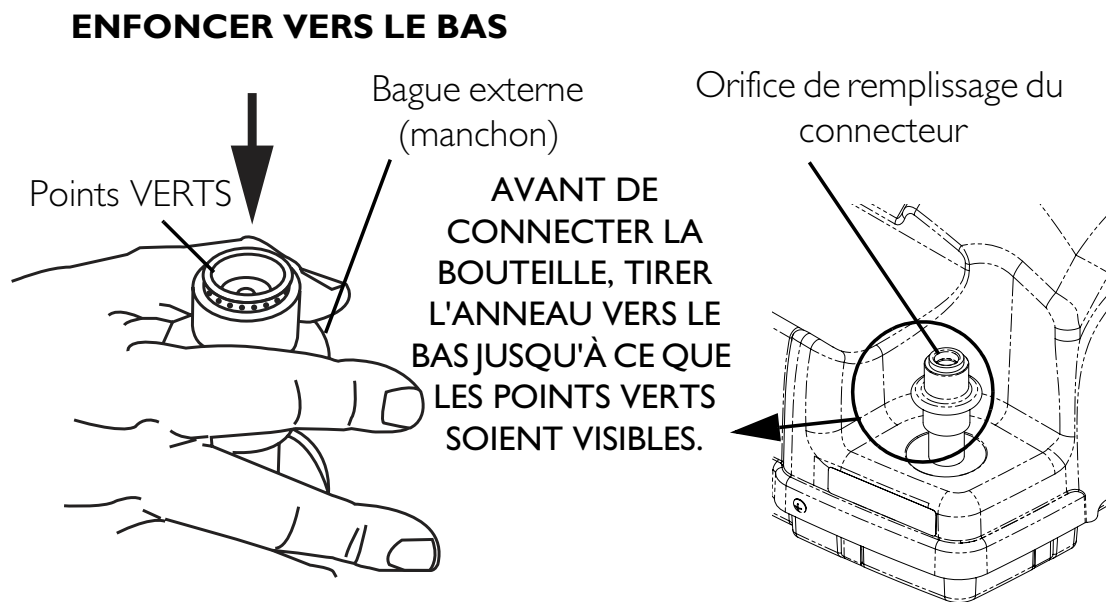

FIGURE 4.2 Ajustement de l'orifice de remplissage du connecteur
REMARQUE : Pour cette procédure, se reporter aux FIGURE 4.2 et FIGURE 4.3.
4. Enfoncer momentanément la bague externe (manchon) de l'orifice de remplissage du connecteur pour ajuster le connecteur conformément à la FIGURE 4.2.